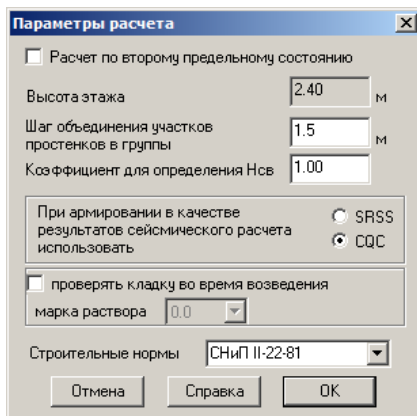

Рис.10.6.1. Окно диалога **Параметры расчета**
- В открывшемся окне диалога **Параметры расчета** (рис. 10.6.1) задайте следующий параметр: